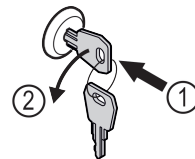

Fig. 208
- 按入钥匙。 Fig. 208 (1)
- 将钥匙逆时针转动 90°。 Fig. 208 (2)